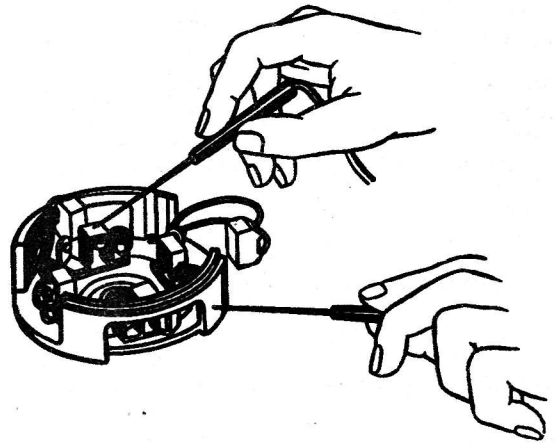

Рис. 248. Проверка изолированных щеткодержателей стартера на замыкание с корпусом
**Крышка со стороны коллектора.** С помощью прибора Э-236 или контрольной лампы проверить отсутствие замыкания изолированных щеткодержателей на корпус (рис. 248). В случае короткого замыкания следует заме-